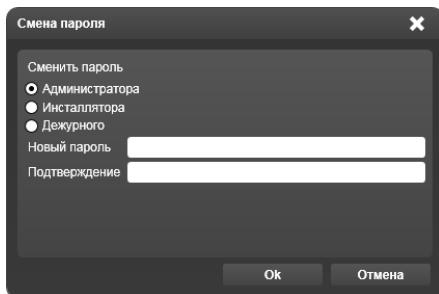

Рисунок 14.3.23 – Функция смены пароля в окне Смена пароля
**Задать пароль** – функция, позволяющая назначить или сменить пароль для групп пользователей в отношении прибора, выделенного в рабочей области. Выбор этой функции вызывает открытие диалогового окна (Рисунок 14.3.23), в котором пользователь с правами администратора может задать или сменить собственный пароль либо пароль для групп с правами инсталлятора или дежурного. Для исключения случайности назначаемый или новый пароль необходимо вводить дважды. При этом пароль должен содержать не более шести цифровых символов.